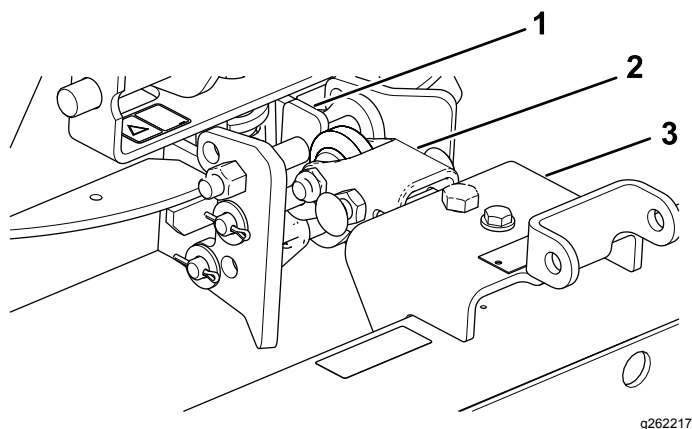

Рисунок 10
1. Установите сцепное устройство в сборе так, чтобы плоская сторона была сверху (Рисунок 10).
2. Присоедините буксировочную штангу к нижней части узла подвеса (Рисунок 10).